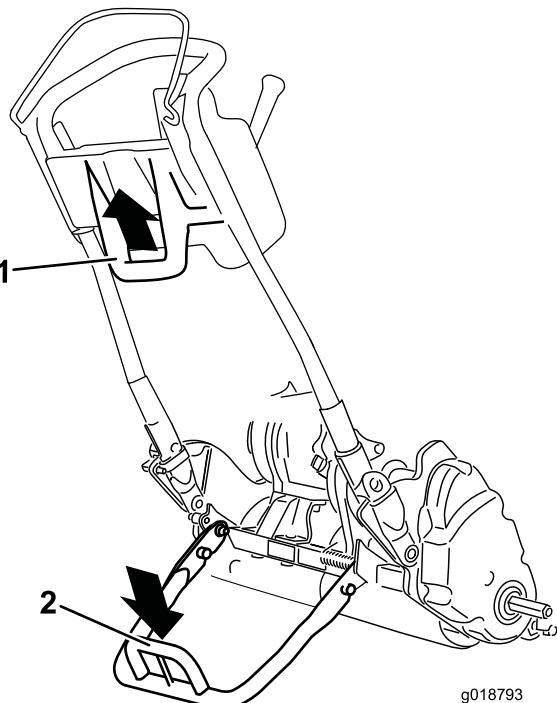

Figura 22
- Para utilizar el caballlete para instalar las ruedas de transporte, baje el caballlete al suelo y pise la barra mientras tira hacia arriba y hacia atrás del manillar central inferior (Figura 22).